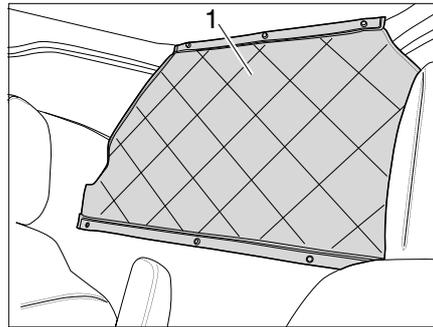

Bild 51 Durchstiegsabdeckung abrollen
- Durchstiegsabdeckung (Bild 51,1) abrollen.
- Durchstiegsabdeckung (Bild 51,1) mit Druckknöpfen schließen.